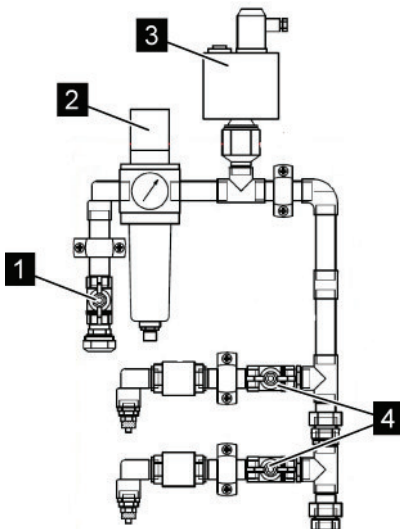

Fig. 37 : Alimentation en air comprimé flexible
1. → Dans l'armoire de chauffage/le local technique, fermer la conduite d'arrivée d'air (Fig. 37 /1).
Si le pressostat (Fig. 37 /3) n'est pas déclenché dans les 12 heures, le circuit est considéré comme étanche.
2. → Après le contrôle, rouvrir la conduite d'arrivée d'air (Fig. 37 /1).